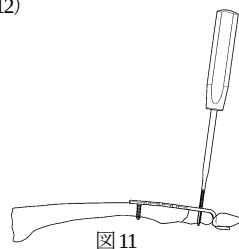

図 11
- 11) 骨質が硬い場合は、2.7 コーティカルスクリュータップ(グリップ型)にて、イメージ下で確認しながらプレタップを行います。(図 11)